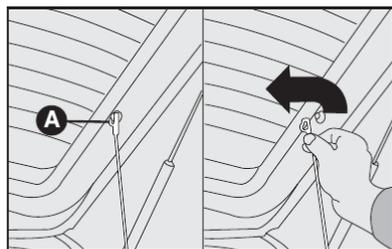

fig. 67
1) Soltar as extremidades superiores **A-fig. 67** dos dois tirantes, desprendendo as argolas dos pinos.